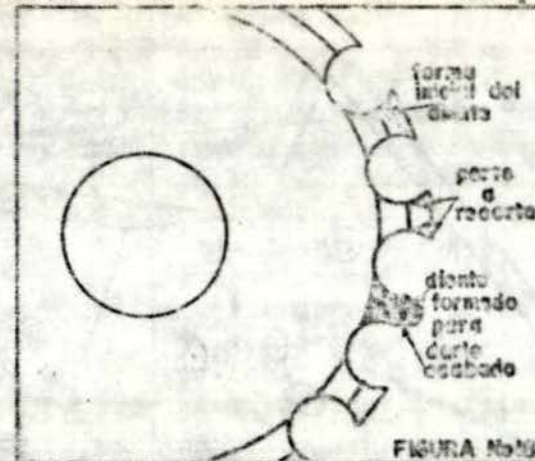

FIGURA No 18.
9. Forme los dientes. Para ello corte los excedentes de material usando como guía las partes de círculo que marcó en el paso 5. (Ver figura No.18). Esta operación resulta muy fácil haciéndola con la cizalla para luego dar el acabado con lima. También